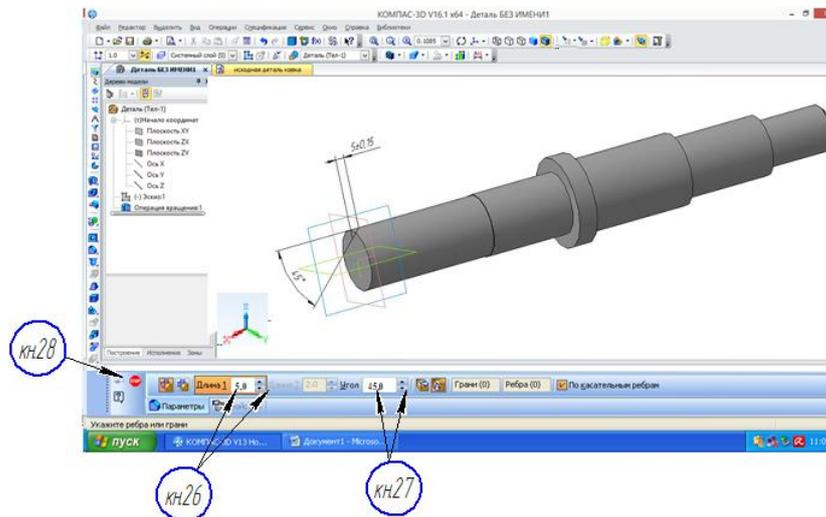

Рисунок 53. Ввод параметров и размеров фаски
4) Одновременно с отпусканием *кн.4*, внизу экрана появляется «Панель свойств» рисунок 53 с указанными значениями фаски по умолчанию (*кн.23* длина и угол – $5,0 \times 45^\circ$).